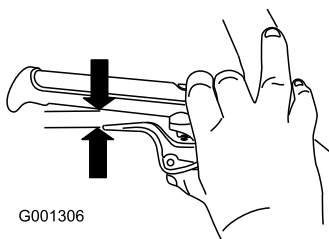

Рисунок 9
5. Полностью прижмите рычаг к рукоятке, затем проверьте зазор между нижней точкой рукоятки и концом рычага муфты свободного хода (Рисунок 9).